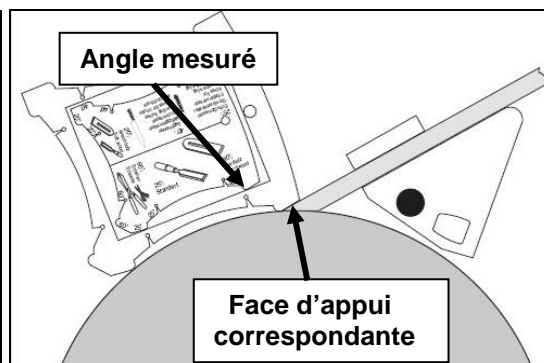

Fig 12
- Placez le gabarit (A) sur la meule en présentant l'angle mesurée face au dispositif (Fig 12).